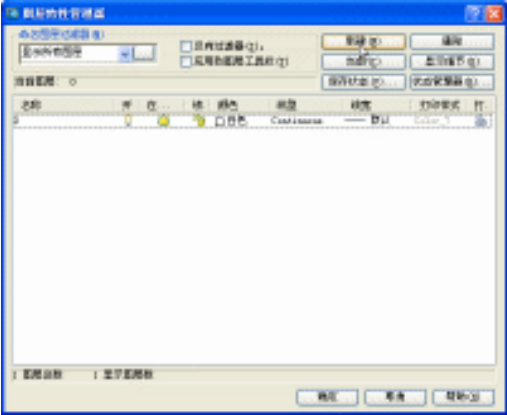

图 2-4-1
STEP 01 首先在 CAD 窗口上给画弹簧的视图新建图层，其具体操作是：单击图层工具条上的图层管理器图标，在弹出的对话框中单击“新建”按钮，如图 2-4-1 所示。新建二个图层，一个是中心线，线型用中心线 CENTERX2，其他项默认；一个是